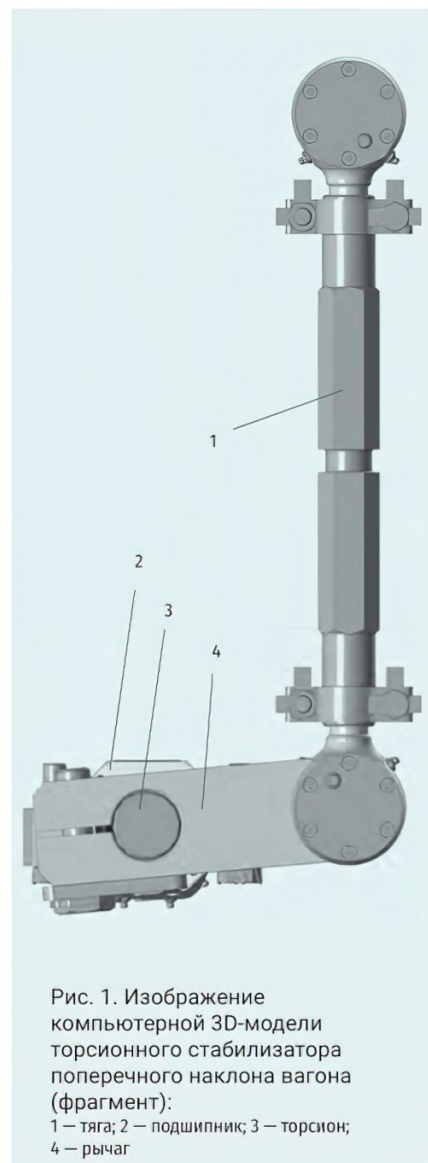
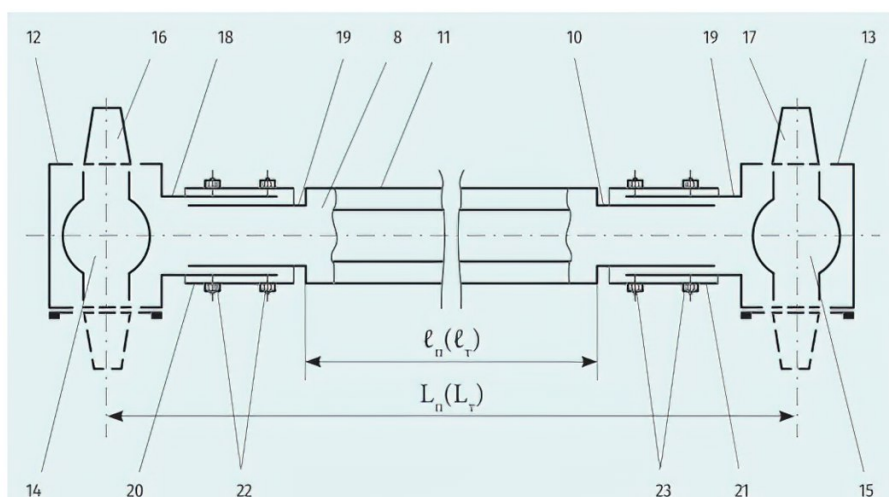
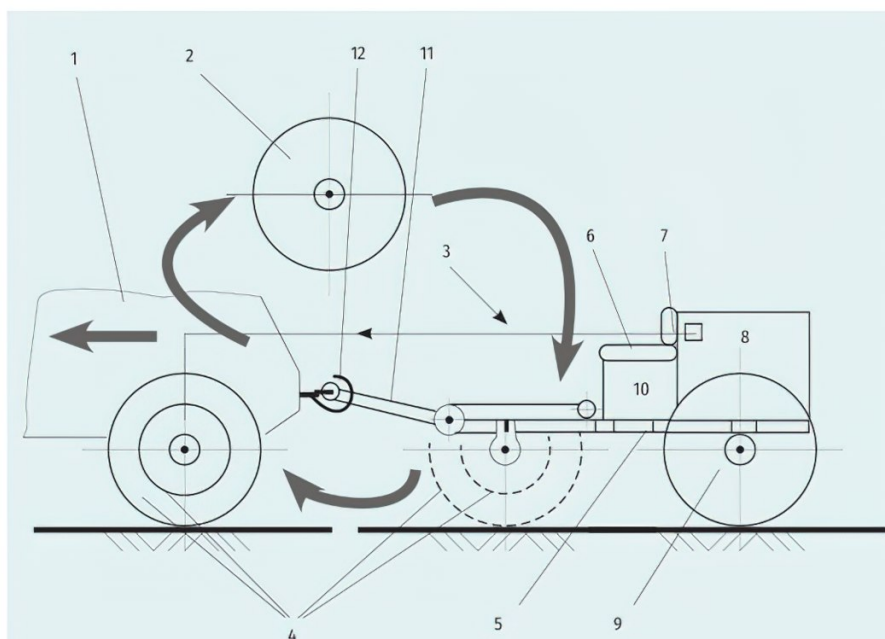

Рис. 1. Изображение компьютерной 3D-модели торсионного стабилизатора поперечного наклона вагона (фрагмент):
Рис. 3. Объединенное схематическое изображение тяги торсионного стабилизатора и поводка продольной взаимосвязи рамы и колесной тележки вагона:
Рис. 2. Транспортный комплекс в сцепленном состоянии активной машины и пассивного ТС в качестве полуприцепа, вид сбоку:
Комплект из тяги торсионного стабилизатора поперечного наклона кузова вагона и поводка продольной взаимосвязи рамы и колесной тележки вагона (пат. 2772848, 2022 г.) успешно внедряется на железной дороге (рис. 1–3). Он относится к компонентам подвески кузовов вагонов: торсионному стабилизатору поперечной устойчивости упомянутого кузова, предназначенному для противодействия его наклону, с обеспечением нормированного коэффициента поперечной устойчивости от опрокидывания и поводку продольной взаимосвязи рамы и колесной тележки вагона.
- тяги 1 торсионного стабилизатора поперечного наклона кузова вагона, включающего в себя, кроме упомянутой тяги 1, торсион 3 на подшипниках 2 и рычаг 4 взаимосвязи конца торсиона 3 с тягой 1 (рис. 1);
И тяга 1, и поводок 5 представляют собой симметричные талрепы (рис. 3), каждый в составе стержня 8 с разнонаправленной резьбой
Потребное расстояние L_n между осями пальцев шаровых шарниров поводка превышает расстояние L_t между осями пальцев шаровых шарниров тяги (см. рис. 3). Возможна регулировка длин L_n и L_t (посредством замка 11) в пределах 30 мм. Тяга 1 и поводок 5 выполнены конструктивно одинаковыми, за исключением по меньшей мере длин ℓ_n стержня 8 поводка 5 и ℓ_t стержня 8 тяги 1, которые отвечают условию: $\ell_n - \ell_t = L_n - L_t$. Замок под гаечный ключ выполнен в виде стандартного шестигранника либо по всей длине нерезьбовой части стержня 8 (см. фиг. 1, 3), либо на ее части. В числе альтернативных примеров выполнения замка 11 можно назвать известные лыски (две, четыре и т.д.) на цилиндрической поверхности стержня отверстия (одно или больше одного, см. рис. 2).
Фиксаторы 20 и 21 взаимосвязи хвостовиков 18, 19 со стержнем 8 выполнены в виде клеммовых стяжек, охватывающих указанные резьбовые соединения. При этом количество стяжных болтов 22, 23 определяется расчетом для конкретных условий и составляет, как правило, от одного до трех (на рис. 1 приведен пример с одним стяжным болтом 22, 23, на рис. 2 — с тремя, на рис. 3 — с двумя, что здесь принципиально). Альтернативны-
Рис. 2. Изображение компьютерной 3D-модели поводков продольной взаимосвязи рамы и колесной тележки вагона (поводков центрального подвешивания), вид в плане по месту их установки:
в расчеты прочности и ресурса этого изделия (рис. 1). Размеры и материалы тяги выбраны соответственно этим нагрузкам. При продольном движении вагона по рельсам поводок 5 испытывает продольные тяговые и тормозные нагрузки, его функцией и является передача этих знакопеременных усилий между рамой 6 вагона и его колесной тележкой 7. В конкретном примере текущего проекта нового подвижного состава максимальные заданные заказчиком усилия на тяге 1 и поводке 5 длиной 900 мм составляют соответственно 47 и 20 кН.
колесной формуле 4×2, с возможностью оперативного демонтажа/монтажа мотор-колес 4. Предусмотрен также ящик 10 с инструментом и запасными частями, который установлен на раме 5 ТС 3. Упомянутое устройство временной взаимосвязи ТС 3 с машиной 1 может быть выполнено в виде откидного (см. рис. 2) в пределах 180° дышла 11, длина которого не превышает длины рамы 5 (см. рис. 1), с возможностью преобразования самоходного ТС 3 в пассивный полуприцеп (3) на двух упомянутых ведомых колесах 9, для чего на машине 1 показан задний крюк 12 или иной сцепной элемент.
- переставляют мотор-колеса 4 с ТС 3 на аварийную машину вместо ее ведущих или ведомых колес 2 (при этом демонтированные штатные колеса 2 машины 1 временно, на период эвакуации, размещают либо на ТС 3 (см. рис. 2), либо на самой машине;
руемой машины, АИЭП, разумеется, также предварительно переставляют на машину (при наличии на ней места). Однако в приоритетном (рекомендуемом) примере аварийную машину перемещают вместе с ТС 3 в качестве ее полуприцепа (3), предварительно соединив их (1 и 3) жесткой или гибкой буксирной связью (см. рис. 2). При этом ТС 3 могут соединить с дооборудованной откидным дышлом 11 машиной 1 (см. рис. 2), а АИЭП могут оставить размещенным на ТС 3 при электрической взаимосвязи с мотор-колесами 4 на аварийной машине. По завершении эвакуации машины мотор-колеса 4, АИЭП с системой управления и инструментом возвращают на место их установки на ТС 3, с возможностью неоднократного применения ТС 3 по указанному назначению.